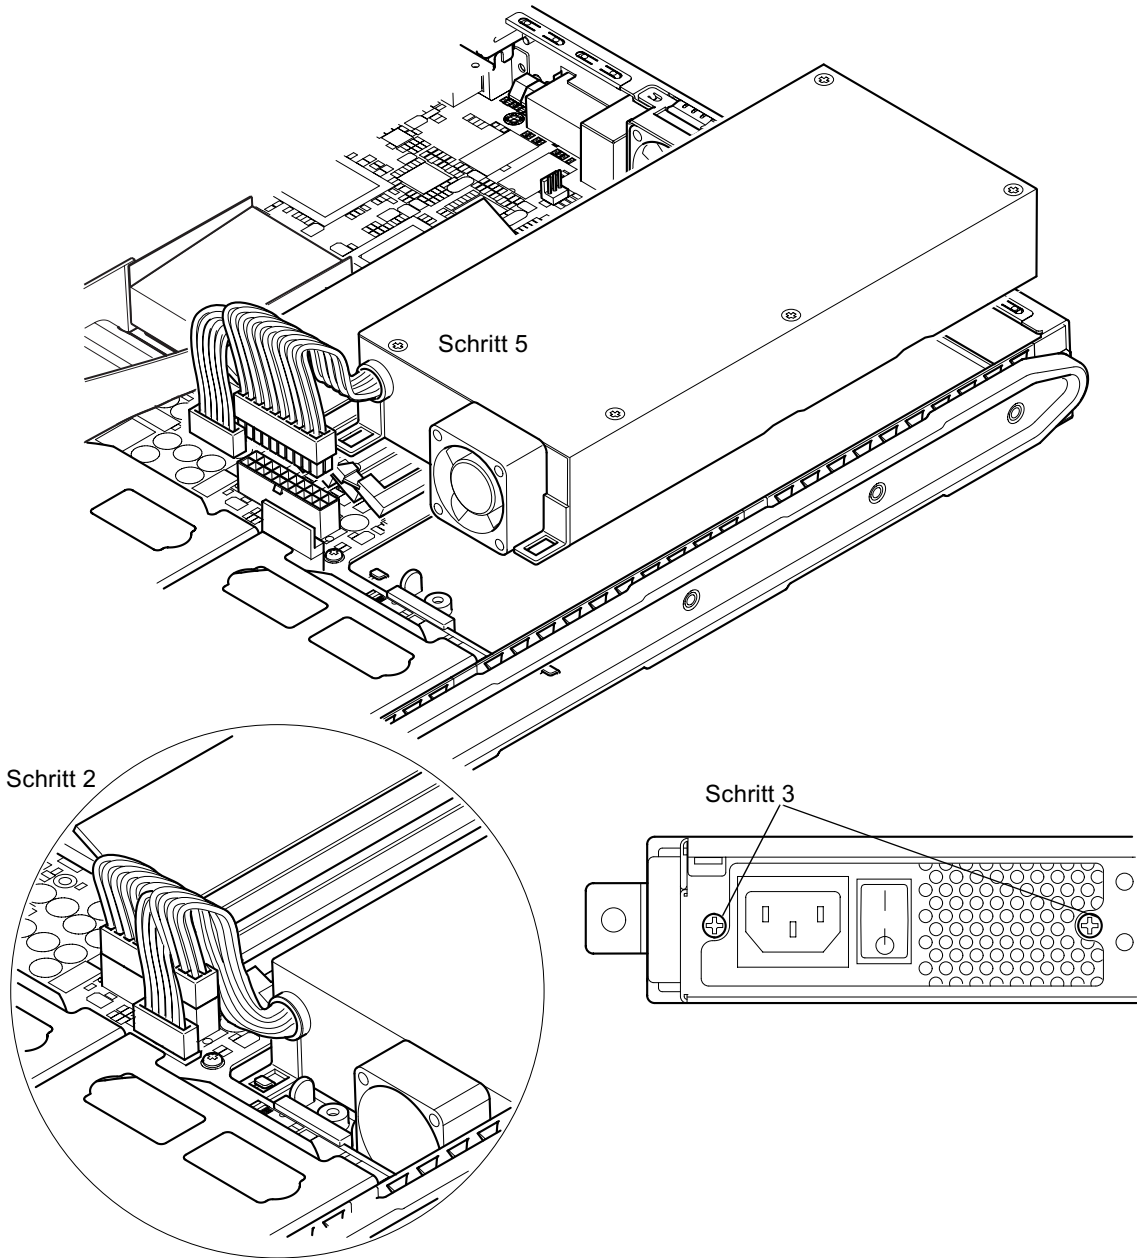

ABBILDUNG 11-9 Stromversorgungseinheit austauschen
- Lösen Sie die beiden hinteren Befestigungsschrauben (siehe ABBILDUNG 11-9).**
- Setzen Sie die neue Stromversorgungseinheit in die Halterungen ein, und schieben Sie sie nach hinten in die Einbauposition (siehe ABBILDUNG 11-9).**